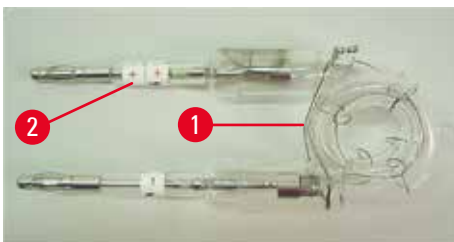

Fig. 18
2. Insira a nova lâmpada de flash (→ "Fig. 18") na tomada (→ "Fig. 17-3"); Em seguida, empurre-o cuidadosamente para dentro, tanto quanto ele for (→ "Fig. 20") (o marcador de polaridade (+) não deve mais ser visível). Se necessário, mova a lâmpada de flash gentilmente para cima e para baixo.